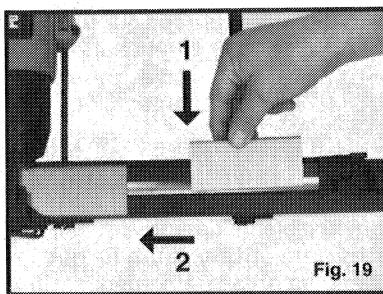

Fig. 19
3. Deje caer un hilera de grapas sobre el riel de guía (ver la Fig. 19) y deslícela hacia adelante sobre el riel. La herramienta acepta hasta dos hileras completas de grapas.